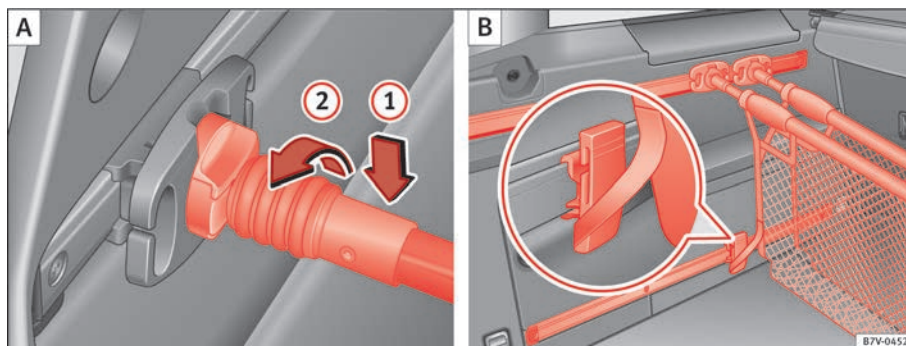

Fig. 97 Enganche a rede para a bagagem (A) e utilize-a como saco (B).
Coloque por cima a vareta de fixação no suporte para a rede da bagagem ⇒ Fig. 97 (1) e rode-a 90° para a esquerda (2). A marca vermelha da vareta de fixação não se deverá ver ⇒ ⚠.